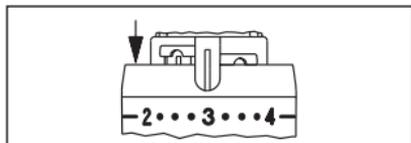

Abb. 10
- Die beiden Elemente aus der „Parkposition“ herauschieben und in die Position rechts und links von der Einstellmarke einstecken (Abb. 10).